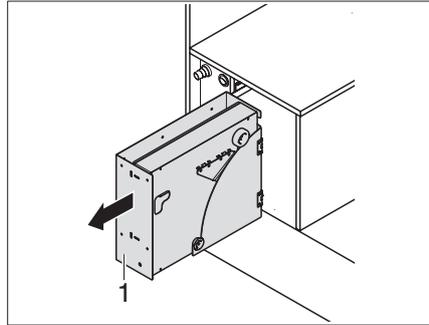

Fig. 74 Estrarre il cassetto del fornello a gas
- ▶ Estrarre il cassetto del fornello a gas (Fig. 74,1) fino a quando il bloccaggio si aggancia.